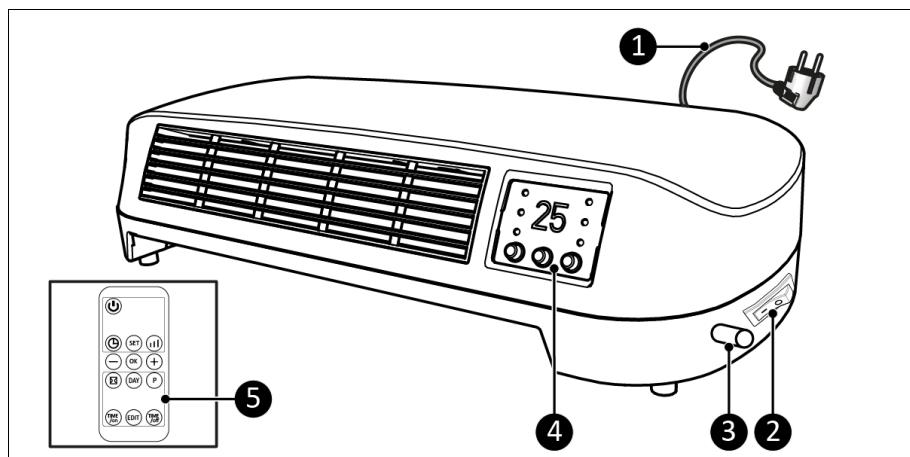

Figure 3
Le produit est un chauffage électrique facile à utiliser pour une application intérieure (figure 3).
2. Assurez-vous que le commutateur principal est en position OFF (figure 3, pos. 2).